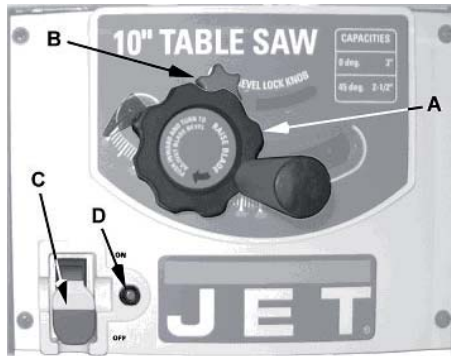

Рис. 24
- Розташований на передній панелі основної конструкції верстату (C, Рис. 24).
### Захист від перевантажень (рис. 24)